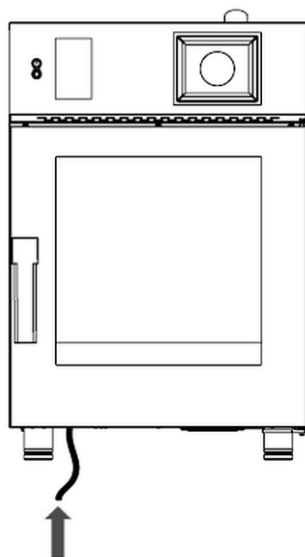

Fig. 6
- Insérez la conduite de couleur blanche de détergent dans le réservoir. Le flexible est situé en bas à gauche de l'appareil (fig. 6).